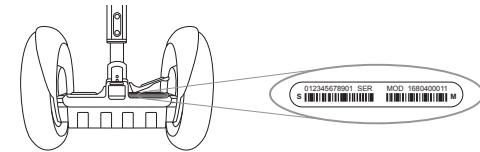

Abbildung 1: Position der Seriennummer des Segway PT
2. Die Seriennummer finden Sie links auf dem Etikett. Die Seriennummer ist eine zwölfstellige Nummer, die mit einer „1“ beginnt (siehe **Abbildung 1**).